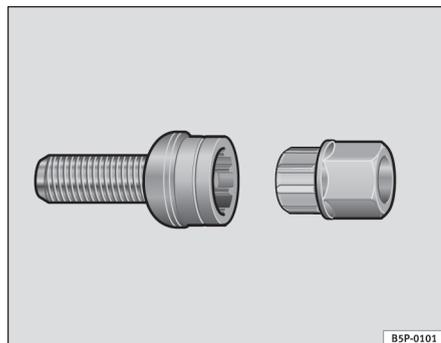

Fig. 174 Tornillo anti-
- Coloque el adaptador hasta el tope en el tornillo antirrobo de la rueda ⇒ fig. 174.